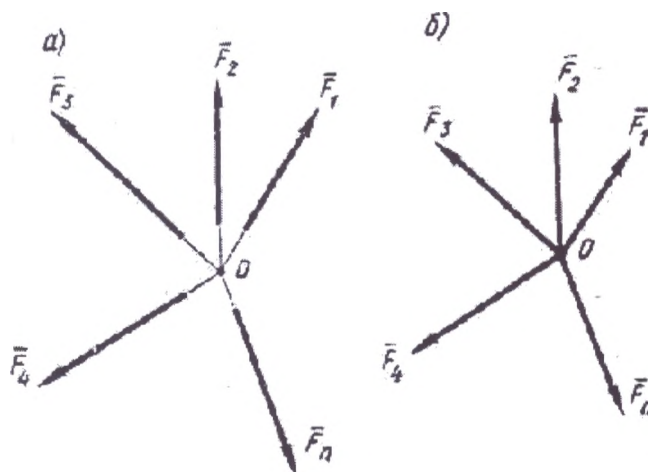

Рисунок 1.
**Теоретическое обоснование.** Исследование любой системы сил начинают с определения взаимного расположения этих сил. Если линии действия всех сил расположены в одной плоскости и пересекаются в одной точке, то они образуют плоскую систему сходящихся сил (рис. 1, а). Силы, действующие на абсолютно твердое тело, можно переносить вдоль линии их действия, поэтому сходящиеся силы можно всегда привести в одну точку – точку пересечения их линий действия (рис. 1, б)